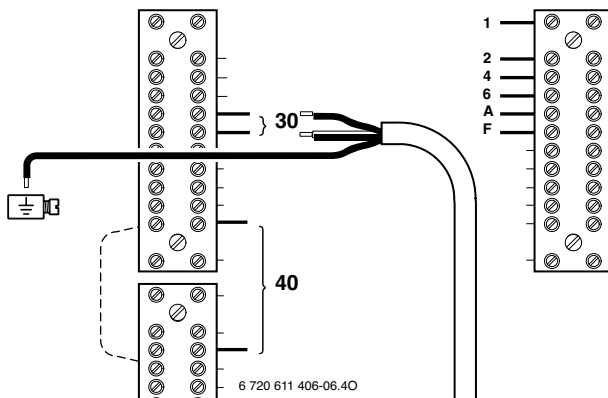

Рисунок 19.
- ▶ Кабель подключить как показано на рис. 19 (снять перемычку).